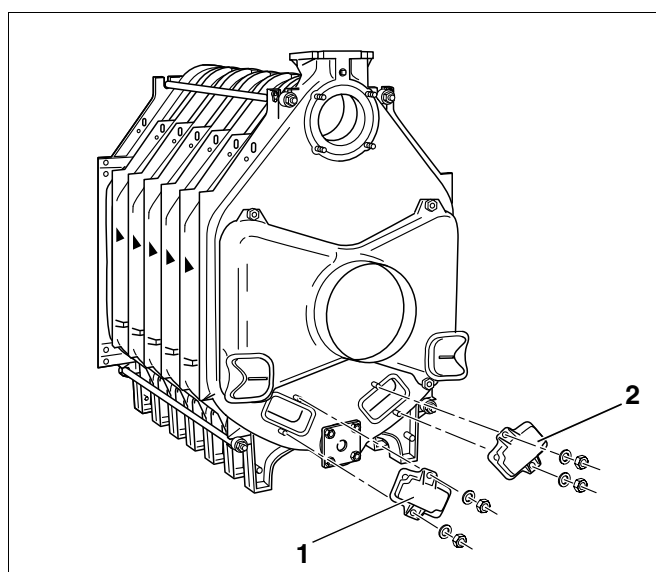

Fig. 27 Montage - Couvercle de nettoyage
- Dans la mesure où les couvercles de nettoyage ont été démontés sur l'élément arrière pour la fixation du kit de montage, revisser ceux-ci à l'aide de rondelles plates et d'écrous sur l'élément arrière (fig. 27, **pos. 1 et 2**).